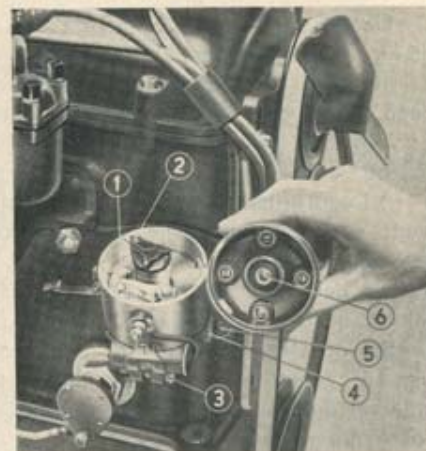

Fig. 16. Messa in fase dello spinterogeno.
- b) Portato l'albero motore nella posizione suddetta, se la messa in fase dell'accensione è esatta, la puntina del ruttore dello spinterogeno (1) deve iniziare il distacco ed il pettine (2) deve trovarsi in corrispondenza del contatto del cavo contrassegnato sulla calotta dello spinterogeno, col N. 1, e collegato al cilindro N. 2 (primo in ordine di accensione) (vedi fig. 16).